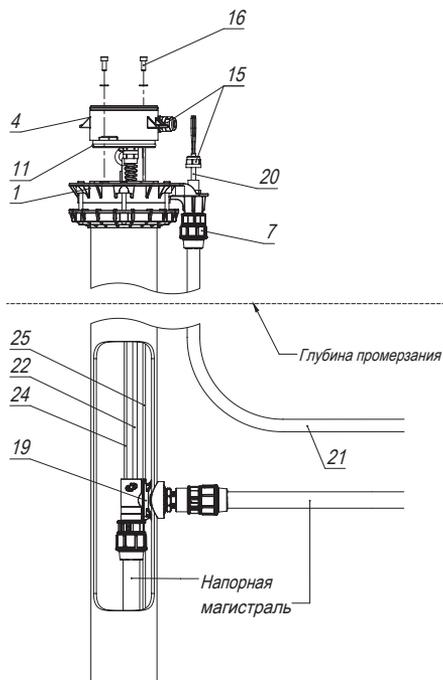

Рисунок 6
Насос погружается в скважину (рисунок 6) и устанавливается в заранее подготовленный скважинный адаптер* (19). Корпус (4) с уплотнительным кольцом (11) устанавливается на основании (1) и крепится винтами (16).